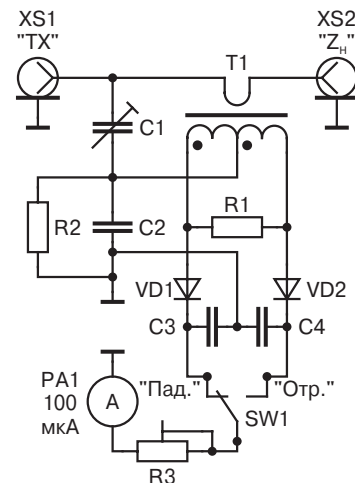

Рис.2
1.2. Первые сведения об устройствах такого рода относятся к 1943 г. и воспроизведены в [1]. Первые известные автору практические устройства были описаны в [2, 3]. Вариант схемы, взятый за основу, воспроизведен на **рис. 2**. Устройство содержало:
г) в схеме рис. 2 детектор на VD1 или VD2 в открытом состоянии шунтирует своим входным сопротивлением $R_{вхд}$ нижнее плечо емкостного делителя на C2, т.е. действует также, как и R2. Влияние $R_{вхд}$ незначительно при $(R1 + R2)$ более 40 кОм, что требует применения чувствительного индикатора PA1 с током полного отклонения не более 100 мкА и ВЧ напряжения на VD1 не менее 4-х вольт;
В конструкции **рис.2** этот коэффициент равен отношению напряжений ВЧ на анодах диодов VD1 и VD2 при подключении к выходу КСВ-метра нагрузки с $R_n=Z_0$: $D=20\lg(2U_0/U_{\text{ост}})$, дБ. Таким образом, чем лучше удалось сбалансировать схему (чем меньше $U_{\text{ост}}$), тем выше D . Можно также использовать показания индикатора PA1 - $D=20\lg(I_{\text{пад}}/I_{\text{отп}})$, дБ, однако это значение D будет менее точным из-за нелинейности диодов.
Схема КСВ-метра приведена на **рис.7** и отличается от базовой схемы **рис.2** наличием трех цепей коррекции. Рассмотрим эти отличия по отдельности: